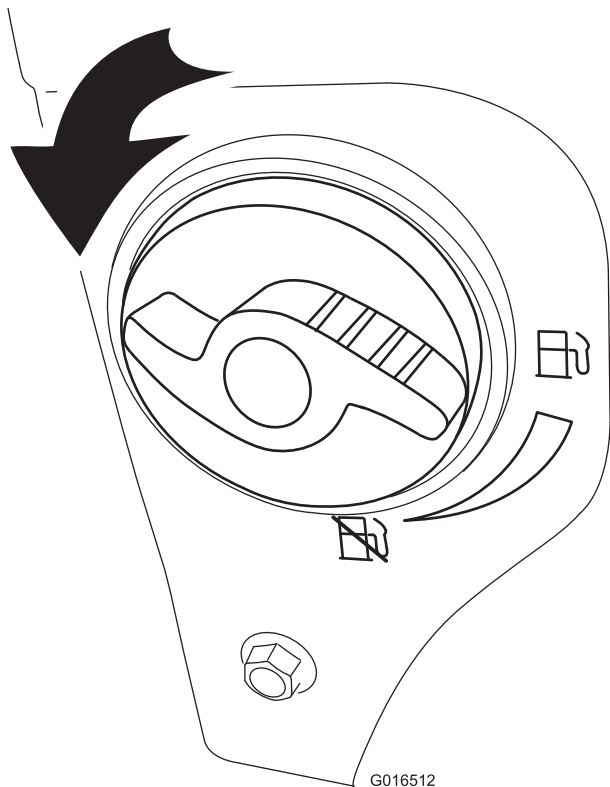

Figure 18
- 2. Ouvrez le robinet de carburant en le tournant de 1/4 de tour dans le sens antihoraire (Figure 18).